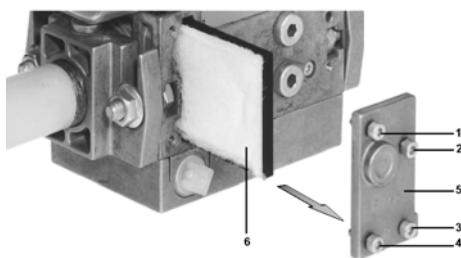

Fig. 33
- 2 Indepartati suruburile 1 ÷ 4 utilizand o cheie Allen n. 3 (imbus) si indepartati capacul filtrului 5 ca in Fig. 33.